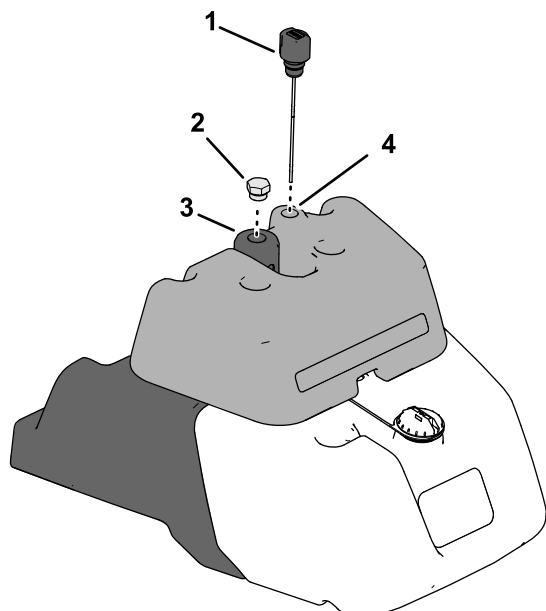

図 38
2. リークディテクタのタンク上部にある油圧オイル用ディップスティックで、油圧オイルの量を点検する 図 38。